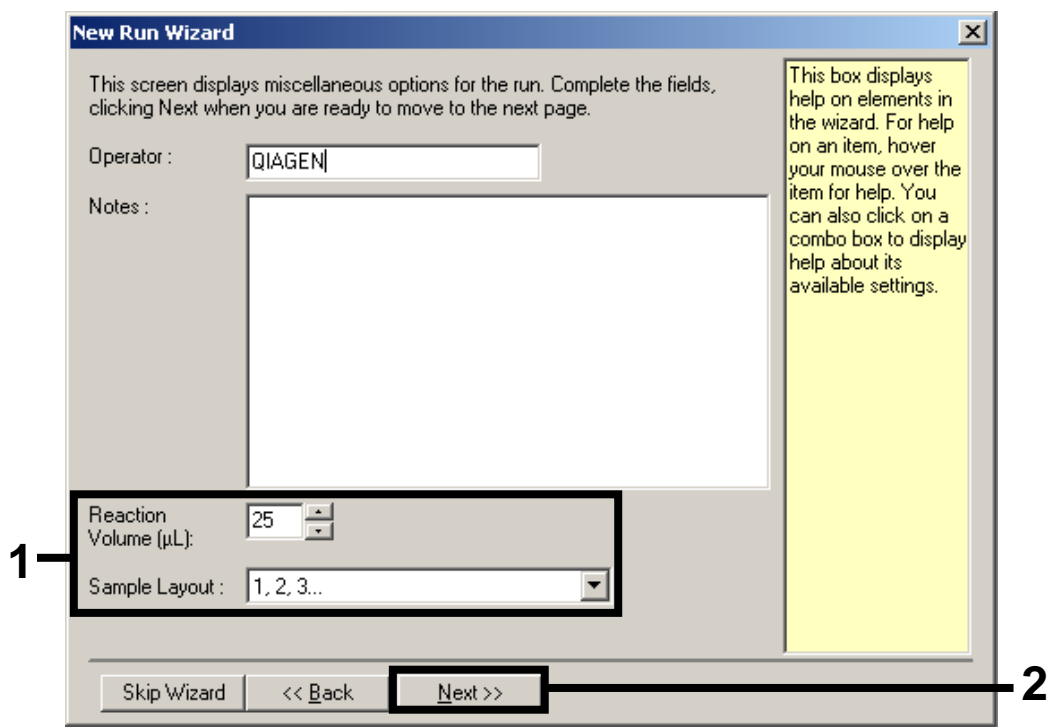

Abbildung 2. Einstellung der allgemeinen (PCR-)Assay-Parameter.
6. Wählen Sie 25 als das Reaktionsvolumen der PCR und klicken Sie wiederum auf "Next" (siehe Abb. 2).